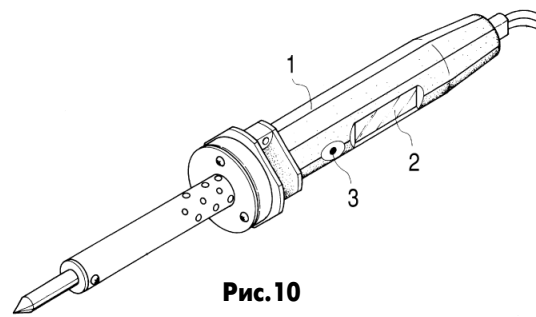

Рис.10
**Паяльник с кнопочной регулировкой** описан в патенте США 5928536 (1999 г.). В рукоятке паяльника 1 (рис.10) установлена регулирующая электронная схема, управляемая кнопкой 3. При первом нажатии на кнопку паяльник включается на мощность 10 Вт, при каждом последующем добавляется еще 10 Вт и так далее до мощности 60 Вт. При последующих нажатиях мощность по 10 Вт убавляется. Жидкокристаллический индикатор 2 показывает текущую мощность.